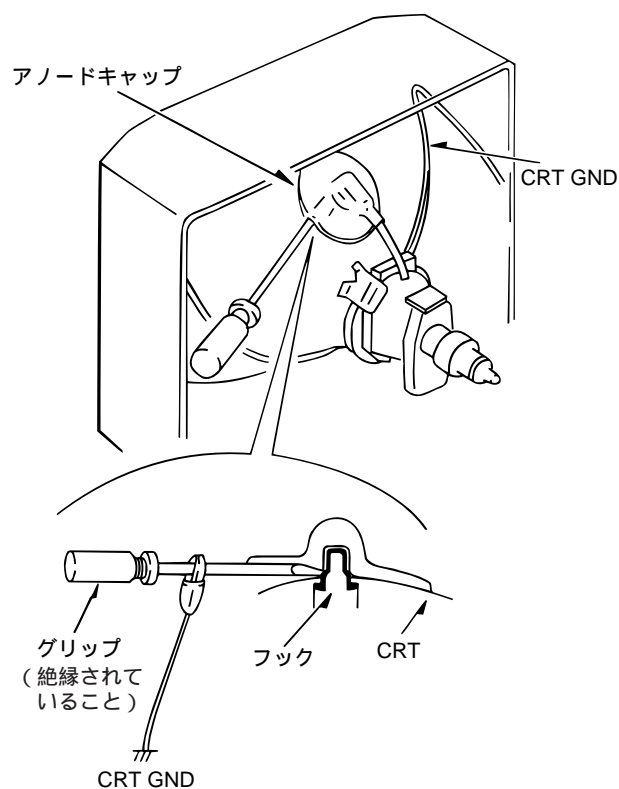

Fig. 2-1
- (1) アノード放電を行う (Fig 2-1参照)
① ドライバーをワニ口クリップでCRT-GNDに接続する。
- (2) 導通を確認するため、①ドライバーの先端部分とテレビのGND側をテスターで確認する。
- (3) ①ドライバーの先端をフックに接触させる。